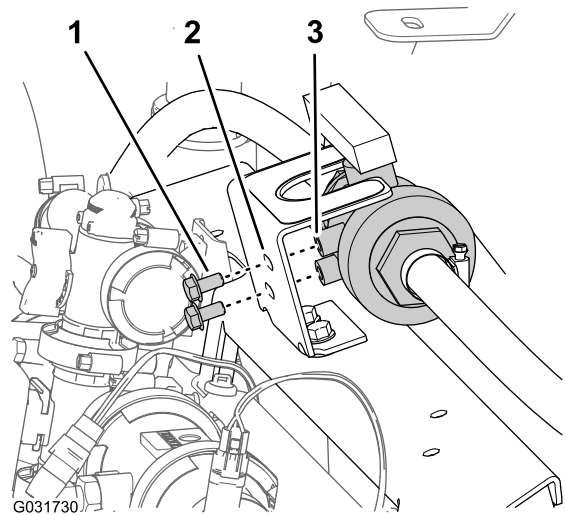

Bild 230
4. Fluchten Sie den Gewindeansatz des Kugelventils mit den zwei Löchern in der Befestigungshalterung aus (Bild 230).
5. Befestigen Sie das Ventil mit den zwei Bundkopfschrauben (5/16" x 5/8"), die Sie in Schritt 3 in 9 Abschließen des optionalen EU-Compliancekits \(Seite 24\) entfernt haben, an der Befestigungshalterung (Bild 230) und ziehen Sie die Schrauben handfest an.